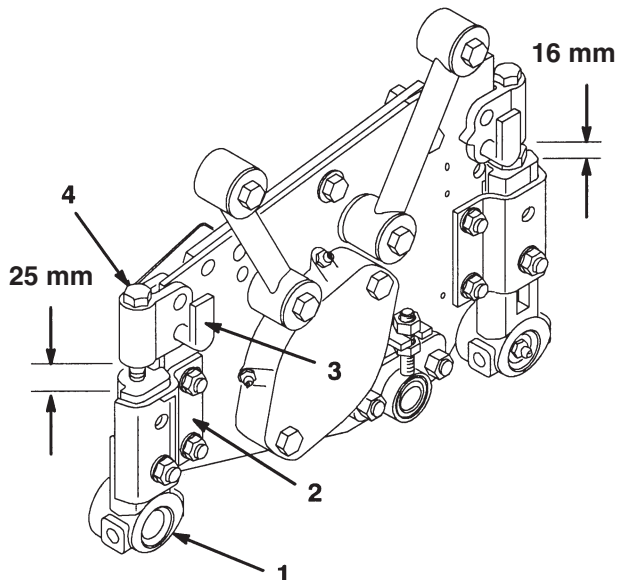

Figure 6
2. Serrez plus ou moins la vis d'appui de manière à obtenir un écart de 25 mm  $\pm$ 1,5 mm entre le support de hauteur de coupe et le support du rouleau avant (2 positions) (Fig. 6).
3. Serrez plus ou moins la vis d'appui de manière à obtenir un écart de 16 mm  $\pm$ 1,5 mm entre le support de hauteur de coupe et le support du rouleau arrière (2 positions) (Fig. 6).